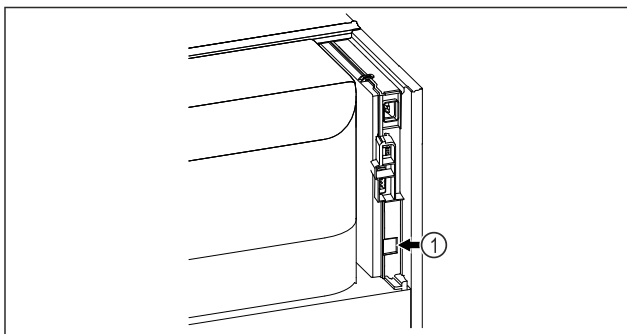

Fig. 168
- Използва се SmartModule Fig. 168 (1).